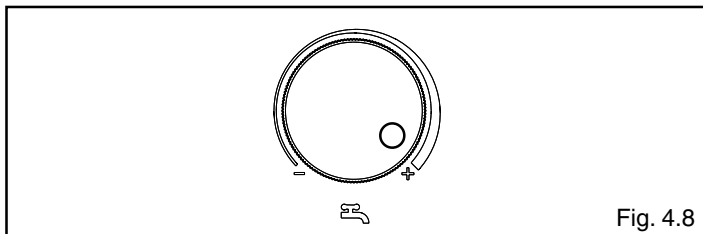

Fig. 4.8
- portare al valore massimo il selettore temperatura acqua sanitario (fig. 4.8)